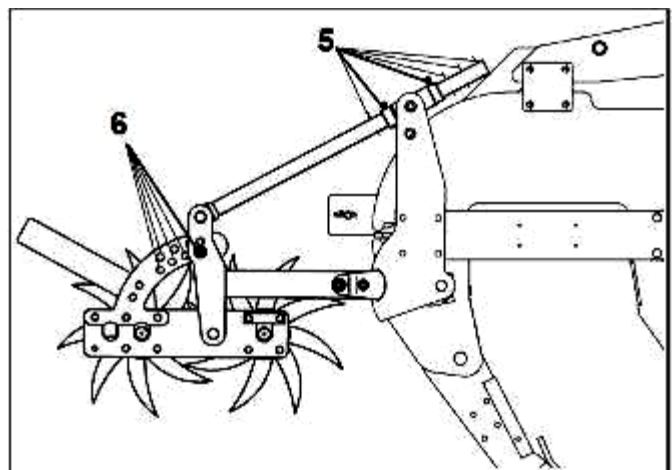

Рисунок 11.
Рабочая глубина регулируется через смещение вручную стопорных винтов вдоль тяг задних катков (5) (рис. 11). Чтобы загрузить или выгрузить землю между катками, изменить рабочий
угол катков, для этого изменить положение стопорных штифтов (6) (рис. 11). Каждое положение стопорного штифта изменяет рабочий угол на 5 градусов.